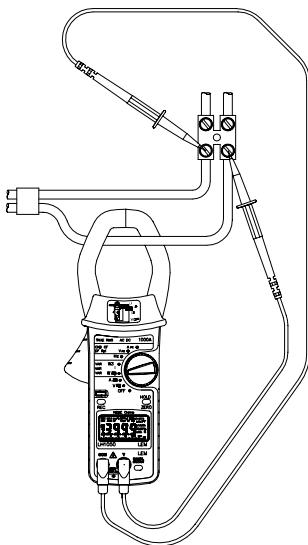

Abb. 4
- Den Zangenöffnungshebel drücken, um die Backen zu öffnen und sie, wie in Abb. 4 dargestellt, um den stromführenden Leiter herumzulegen.
- Wenn das Meßgerät bei angeschlossenen Spannungskabeln und am Leiter angelegten Zangen auf Leistungsmessung eingestellt ist (Abb. 4), zeigt das Gerät die Frequenz der Stromquelle an (bei $A_{eff} > 1A$). Bei $A_{eff} < 1A$ wird die Spannungsfrequenz gemessen (bei $V_{eff} > 10V$). Anderfalls wird ---. angezeigt.